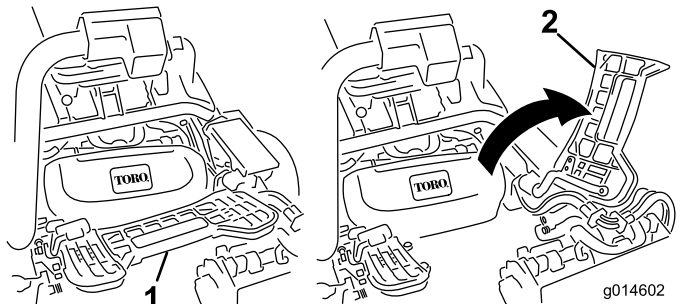

Bild 52
2. Heben Sie die Fußplattform an und schwenken sie in die geöffnete Stellung, um die Stellung das mittlere Mähwerk zugänglich zu machen (Bild 52).